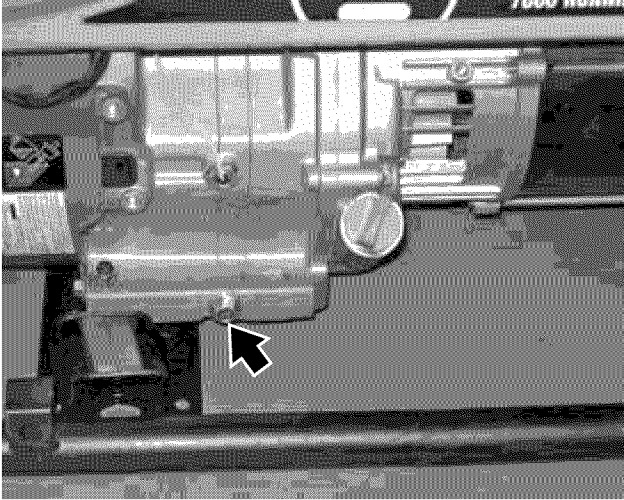

Figura 34 – Tapón de drenaje del aceite
5. Retire el tapón de drenaje del aceite (vea la Figura 34). Después de hacerlo, coloque el tapón de drenaje del aceite sobre una superficie limpia.